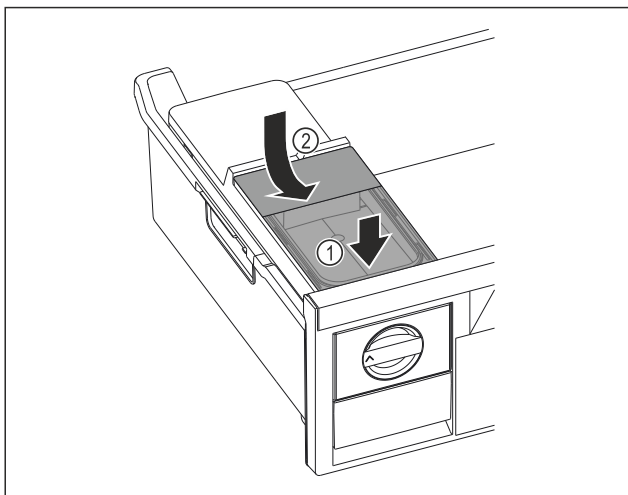

Fig. 73
- ▶ Nasad'te vpředu nádržku na vodu. Fig. 73 (1)
- ▶ Spus'tte nádržku na vodu vzadu dolů. Fig. 73 (2)